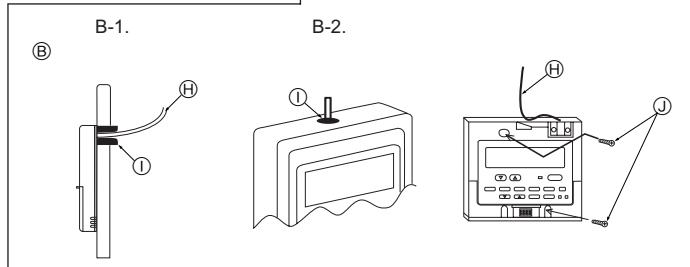

Fig. 6-3
- ④ 遥控器轮廓
- ⑧ 遥控器周围所需的空间
- ⑤ 安装间距
(2) 使用油灰密封遥控器线入口，以防止露水、水、蟑螂或小虫进入。 (Fig. 6-3)